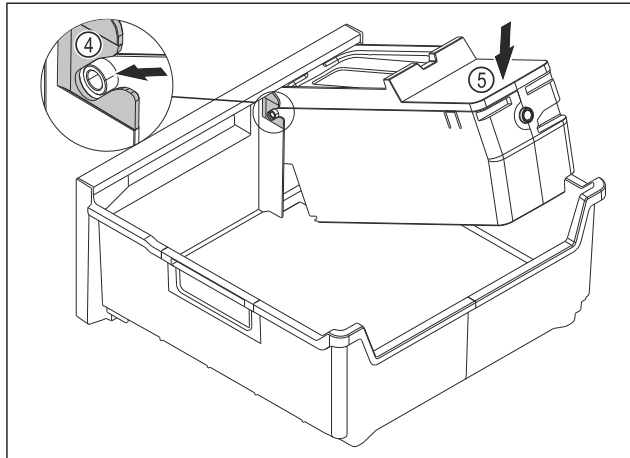

Fig. 108
- Monter le corps de l'EasyTwist-Ice : Insérer les axes du corps de l'EasyTwist-Ice dans les guides Fig. 108 (4).
- Appuyer l'arrière du corps de l'EasyTwist-Ice Fig. 108 (5) vers le bas.